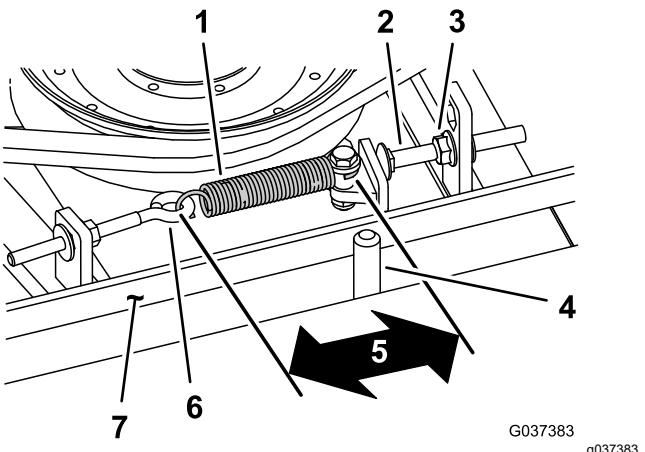

Figura 113
Quando a tensão estiver correta, a medida interior da mola de extensão (gancho a gancho) deverá ser de cerca de 8,3 cm a 9,5 cm. Logo que se obtenha a tensão correta da mola, ajuste o pino de fecho (parafuso da carroçaria) até haver uma folga aproximada de 2 a 5 mm entre a cabeça do parafuso e o braço intermédio (**Figura 113**).
Nota: Certifique-se de que correia está colocada no lado da mola do quia da correia (Figura 113).
2. Desaperte o parafuso com olhal permitindo a remoção da mola de extensão (Figura 113).
3. Desaperte a porca flangeada que prende o pino de fecho à patilha de montagem e afaste a polia intermédia da correia para libertar a tensão da correia (Figura 113).
Nota: Certifique-se de que correia está colocada no lado da mola do guia da correia (Figura 113).
9. Ligue a mola de extensão (Figura 113) ao parafuso de olhal e aplique a tensão na correia como se segue: